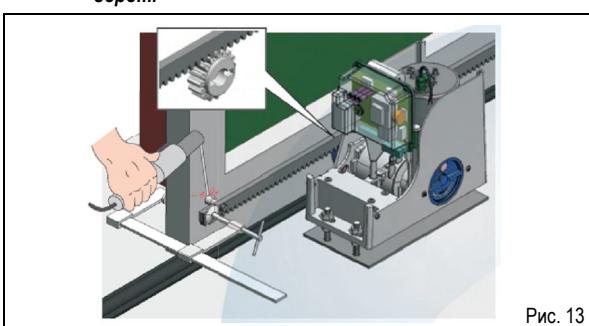

Рис. 13
- Поставить первый модуль зубчатой рейки на шестерню и приварить втулку на ворота, как показано на рис. 13.